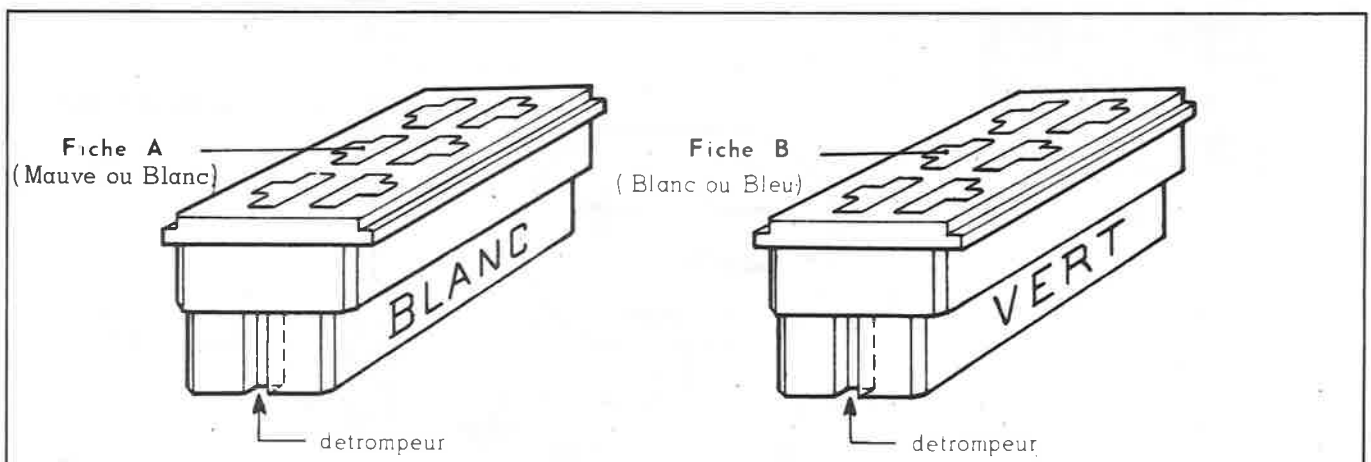

Figure 2
- d) Pour réaliser les témoins V1 et V2, utiliser les voyants des clignotants droit et gauche existant dans le bloc-contrôle des voyants. Pour réaliser les branchements, dégager les connecteurs « six voies » de ce bloc (figure 2).